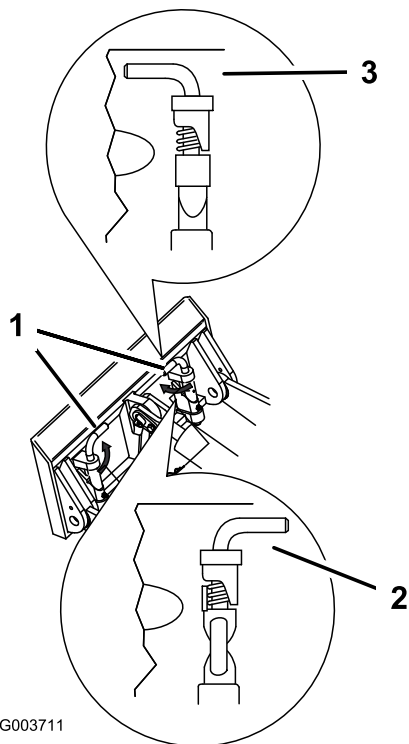

Figura 15
- Acople los pasadores de enganche rápido, asegurándose de que están correctamente introducidos hasta el fondo en la placa de montaje (Figura 15).